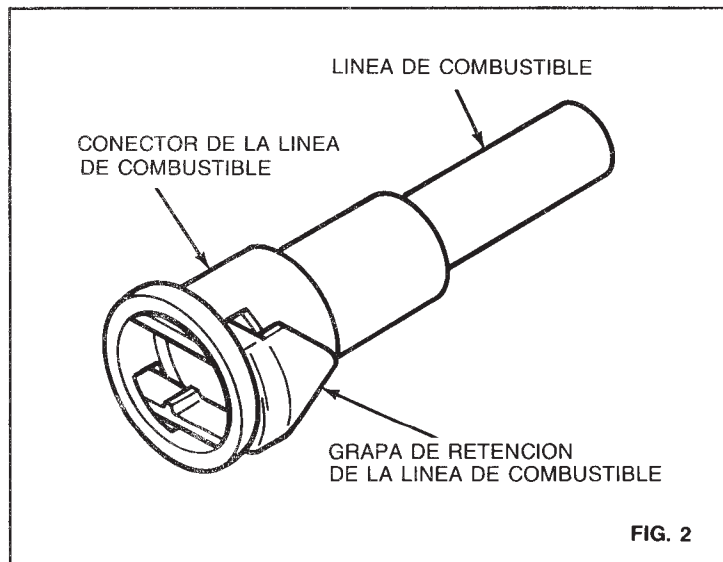

FIG. 2
B) Consultando la Fig. 2 instale las nuevas grapas de retención de la línea de combustible, 5/16" (natural/clara) y 3/8" (negras), en su conector correspondiente con el extremo triangular de la grapa en el sentido opuesto de la abertura del conector de la línea de combustible.